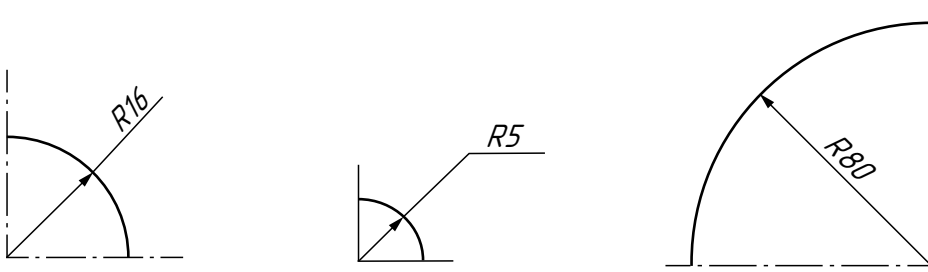

Рис. 28. Обозначение на чертеже радиуса
1. Рассмотрите рисунок 28. Обратите внимание, что обозначения размеров радиусов могут располагаться по-разному. Назовите размеры радиусов.